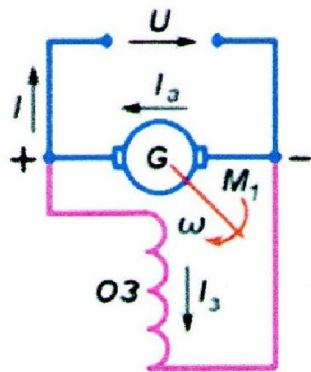

Рисунок 1.
1.1 Зображується схема ввімкнення обмоток генератора без додаткових опорів з указаними на ній напрямками струмів та напруги (рисунок 1).